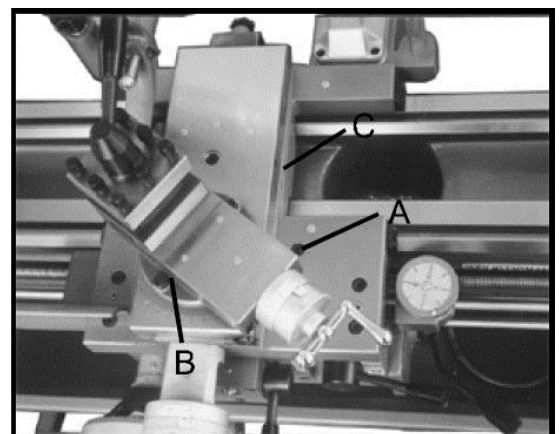

Рис. 15
- Блокировка каретки (А, Рис. 15)** — винт с шестигранной выемкой, расположенный в верхней части задней стороны корпуса каретки. Для блокировки поверните его по часовой стрелке и затяните. Для разблокировки поверните его против часовой стрелки. **Внимание: винт блокировки каретки должен быть разблокирован перед включением автоматических подач или в случае повреждения станка.**
- Блокировка верхней (поворотной) части суппорта (В, Рис. 15)** — установочный винт расположен на боковой стороне верхней части суппорта. Поверните его по часовой стрелке для блокирования и против — для разблокирования.
10. **Блокировка поперечных салазок (С, Рис. 15)** — установочный винт расположен на боковой стороне поперечных салазок. Для блокировки поверните его по часовой стрелке и затяните. Для разблокировки поверните его против часовой стрелки и ослабьте. **Внимание: винт блокировки поперечных салазок должен быть разблокирован перед включением автоматических подач или в случае повреждения станка.**